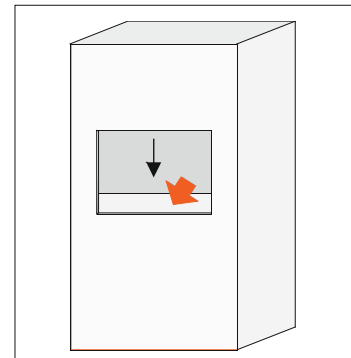

Bild 8
- 8 Sind Stanzwerkzeuge sowie Türen (Bild 8) oder sonstige **Teile, bei denen die Minimalabstände** (Bild 10) **nicht eingehalten werden können** und die am Ende des Arbeitszyklus eine Quetschgefahr darstellen, mit einer Schutzeinrichtung versehen?